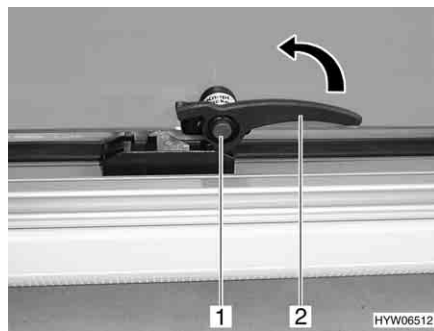

Fig. 52 Leva di serraggio in posizione "Chiuso"
- Premere il bottone di sicurezza (Fig. 52,1) e mantenerlo premuto.
- Ruotare la leva di serraggio (Fig. 52,2) di un quarto di giro verso il centro della finestra.
- In posizione "completamente chiusa" (Fig. 52)